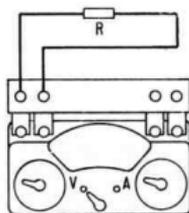

Bild 22
5. b) **Meßobjekte von 0,5 ... 500 kOhm** sind an die beiden linken Klemmen des Ohm-Zusatzes anzuschließen; der Meßpfadschalter ist auf „V“ zu stellen (Bild 22). Der Ausschlag  $\alpha$  ist an der schwarzen Skala abzulesen. Der Ohmwert des Widerstandes kann entweder an der Leiter des Ohm-Zusatzes oder aus dem Kurvenblatt Bild 23 abgelesen werden oder berechnet werden nach der Formel